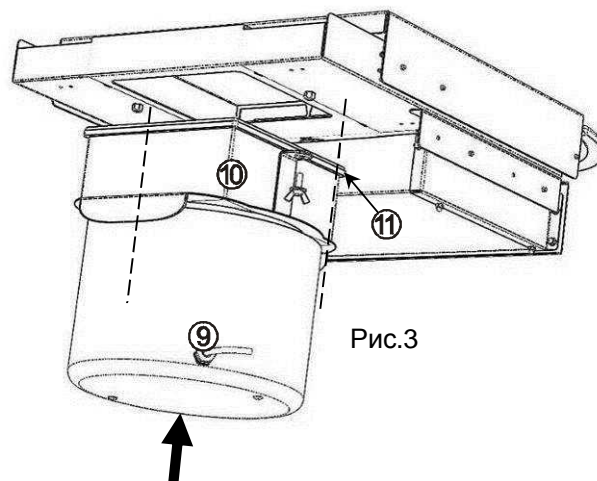

Рис.3
6.1.3 Модуль вытяжки **МВ** закрепить винтами «барашек» к нижней поверхности Модуля фильтров **МФ**. Винты затянуть до полного прижатия уплотнителя торца (11) фильтра, рис.3.